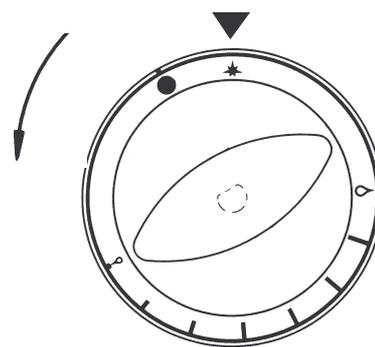

Fig. 1
- Sostituzione ugello bruciatore (fig.1):
- Regolazione minimo (fig.1): **(macchina predisposta a gas naturale e trasformate in GPL)**
Per accendere il bruciatore, collegato al rubinetto, spingere la manopola fino all'arresto e ruotarla nel senso della freccia fino alla posizione  "PILOTA" (fig. 1).